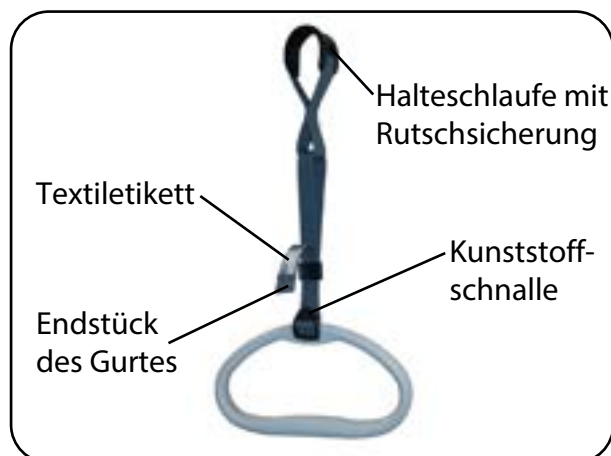

Abb. 6.6.03 – Haltegriff und Gurt
5. Passen Sie die Höhe des Haltegriffs an die individuellen Patientenbedürfnisse an. Das Gurtband hat einen Verstellbereich von 20cm und kann über die Kunststoffschnalle (Abb. 6.6.03) verstellt werden. Hierbei darf der Griff nicht belastet sein. Achten Sie darauf, dass das Endstück des Gurtes min. 3 cm über der Kunststoffschnalle steht (Abb. 6.6.03).